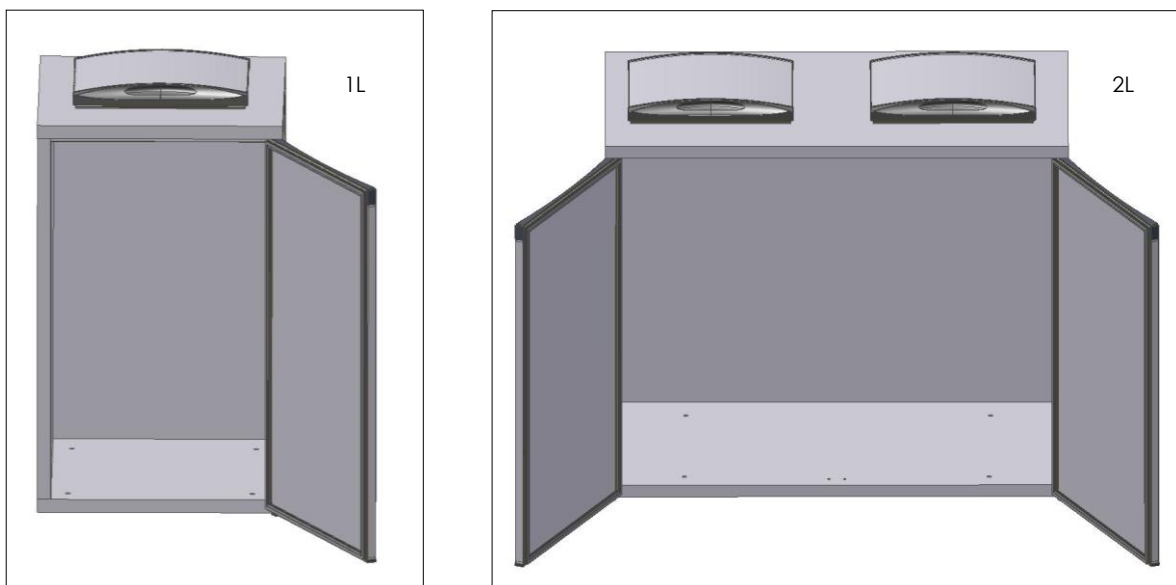

Abb. 9
- Führen Sie die **Tür** an der Boden- und Abdeckplatte ein (Abb.9);